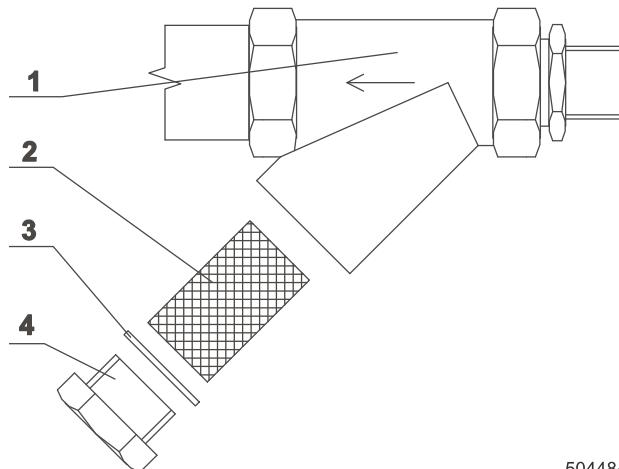

Рис. 5.12.А Ситко фильтра
2. Вывинтите затвор фильтра (рис. 5.12.А.-пол. 4) и вытащите ситко фильтра (2).
4. Верните ситко фильтра (2) обратно в корпус фильтра (1) и укрепите затвор (4).